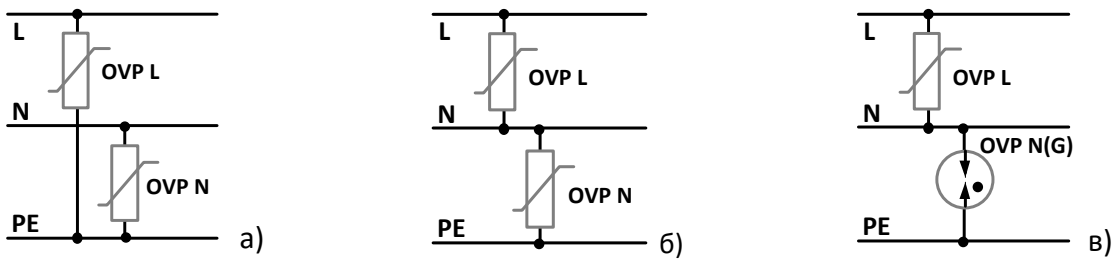

Рисунок 6. Основные схемы подключения УЗИП
Номенклатура, система обозначений и технические характеристики УЗИП **Commeng OVP AC** максимально облегчают задачу как по выбору, так и по монтажу, позволяют избежать ошибок. С помощью УЗИП **Commeng OVP AC** можно реализовать любую из схем защиты, показанную на рис. 6,7,8 (п.2.2).
Выпускаются так же двухполюсные УЗИП **Commeng OVP-xLN AC 280** классов 2, 2+3, и 3 для включения между проводами L,N и PE (параметры см. табл.9). Конструкция двухполюсных УЗИП класса 2 объединяет в один блок два однополюсных УЗИП, поэтому по схеме включения и электрическим характеристикам одно устройство **Commeng OVP-2LN AC 280/40** аналогично двум однополюсным УЗИП, включенным по схеме на рис. 6а : **Commeng OVP-2L AC 280/40** и **Commeng OVP-2N AC 280/40**.
УЗИП **Commeng OVP-xLNg AC 280** классов 2+3 и 3 аналогично двум однополюсным УЗИП, включенных по схеме на рис.6в: **Commeng OVP-xLN AC 280** и **Commeng OVP-xN AC 280G** Многополюсные УЗИП а так же трехполюсные с максимальным разрядным током более 40 кА COMMENG не производит. Вместо многополюсных УЗИП следует использовать набор двухполюсных.
- для защиты от синфазных помех в цепи провод-земля (рис. 6а)
- для защиты от дифференциальных помех в цепи провод-провод (рис. 6б, 6в).